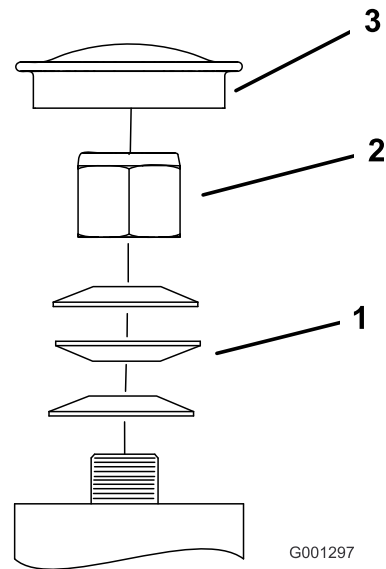

Figura 52
3. Retire el tapón anti-polvo de la rueda giratoria y apriete la contratuerca (Figura 52).
4. Apriete la contratuerca hasta que las arandelas de muelle estén planas, luego afloje 1/4 de vuelta para establecer la pre-carga correcta de los cojinetes ( ).Figura 52
**Importante:** Asegúrese de que las arandelas de muelle están correctamente instaladas, según se muestra en Figura 52.
5. Coloque el tapón anti-polvo (Figura 52).